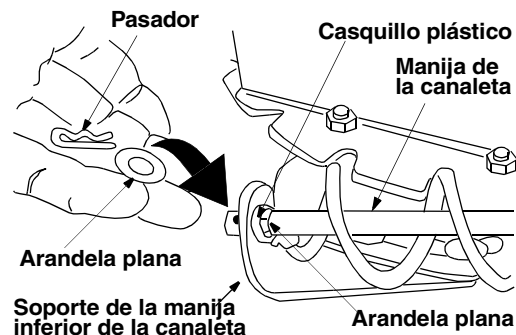

Figura 7
- Coloque una arandela plana de 3/8 de DI (del grupo G del conjunto de ferretería) en el extremo de la manija de la canaleta, a continuación inserte el extremo de la manija en el orificio del casquillo plástico en el soporte de la manija de la canaleta. Vea la figura 7.
- Coloque la otra arandela plana de 3/8 de DI (del mismo grupo de ferretería) al extremo de la manija de la canaleta e inserte el broche del cabello dentro del orificio al extremo de la manija de la canaleta. Vea la figura 7.